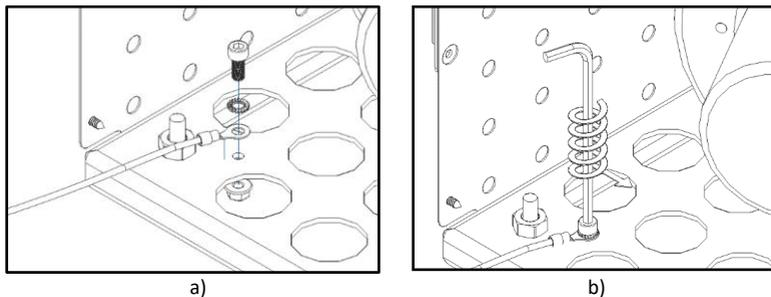

Figure 74 – Connexion câble de terre du ventilateur
k) Pour effectuer les connexions électriques, connectez premièrement le câble de terre à la machine. Pour ce faire, posez l'une des extrémités sur l'orifice existant à la base de l'équipement. Serrez le câble au fond à l'aide de la vis C, de l'écrou et de la bague, comme indiqué sur la Figure 74-b.